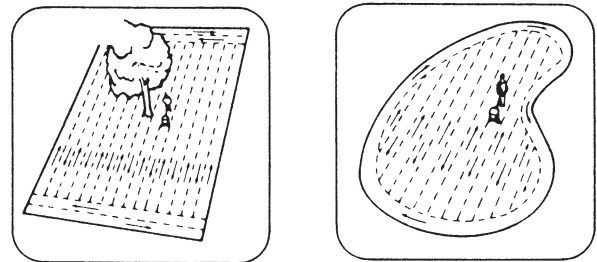

FIGURA 6
3. Para hacer la aplicación más fácil, haga primero el rociado en las cabeceras de los bordes más cortos del prado, creando franjas de giro en los dos extremos y, luego, rocíe entre las dos franjas el resto del prado. Vea la Figura 6.
4. Si el prado tiene un contorno irregular, rocíe el material a lo largo de una franja paralela al borde y, luego, continúe la operación entre estas franjas. Vea la Figura 6.